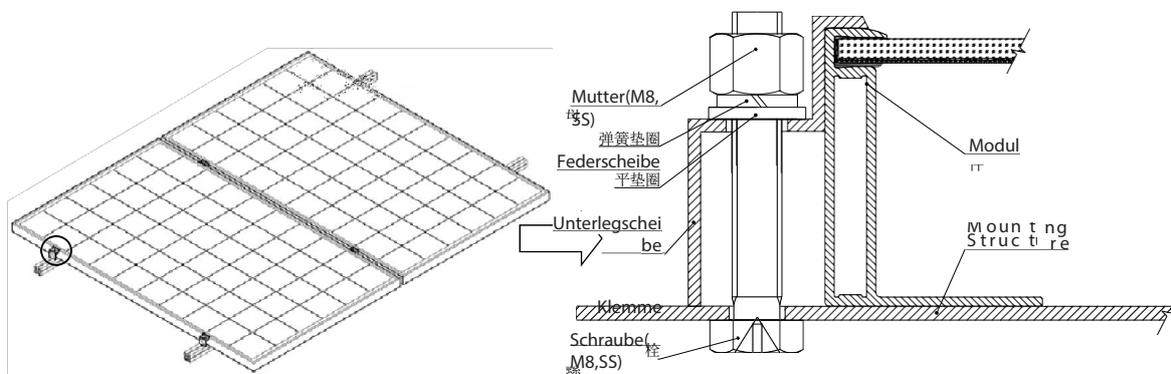

Abbildung 2
- **Klemmsystem** : Befestigen Sie das Modul mit geeigneten Klemmen auf dem Tragrahmen, wie in Abbildung 2 dargestellt.